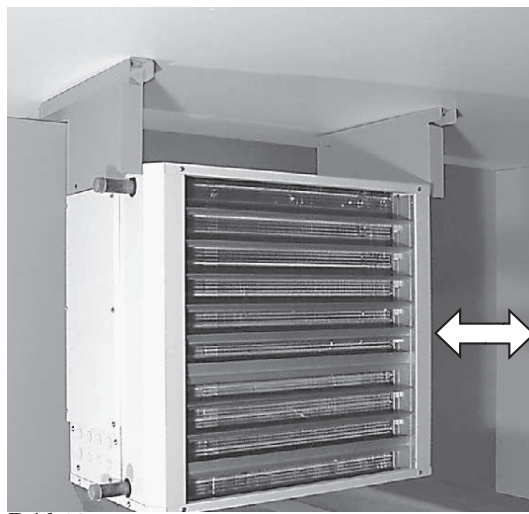

Bild 19
5. Minsta avstånd från värmefläktens sida till vägg (pil bild 19) är 700mm.